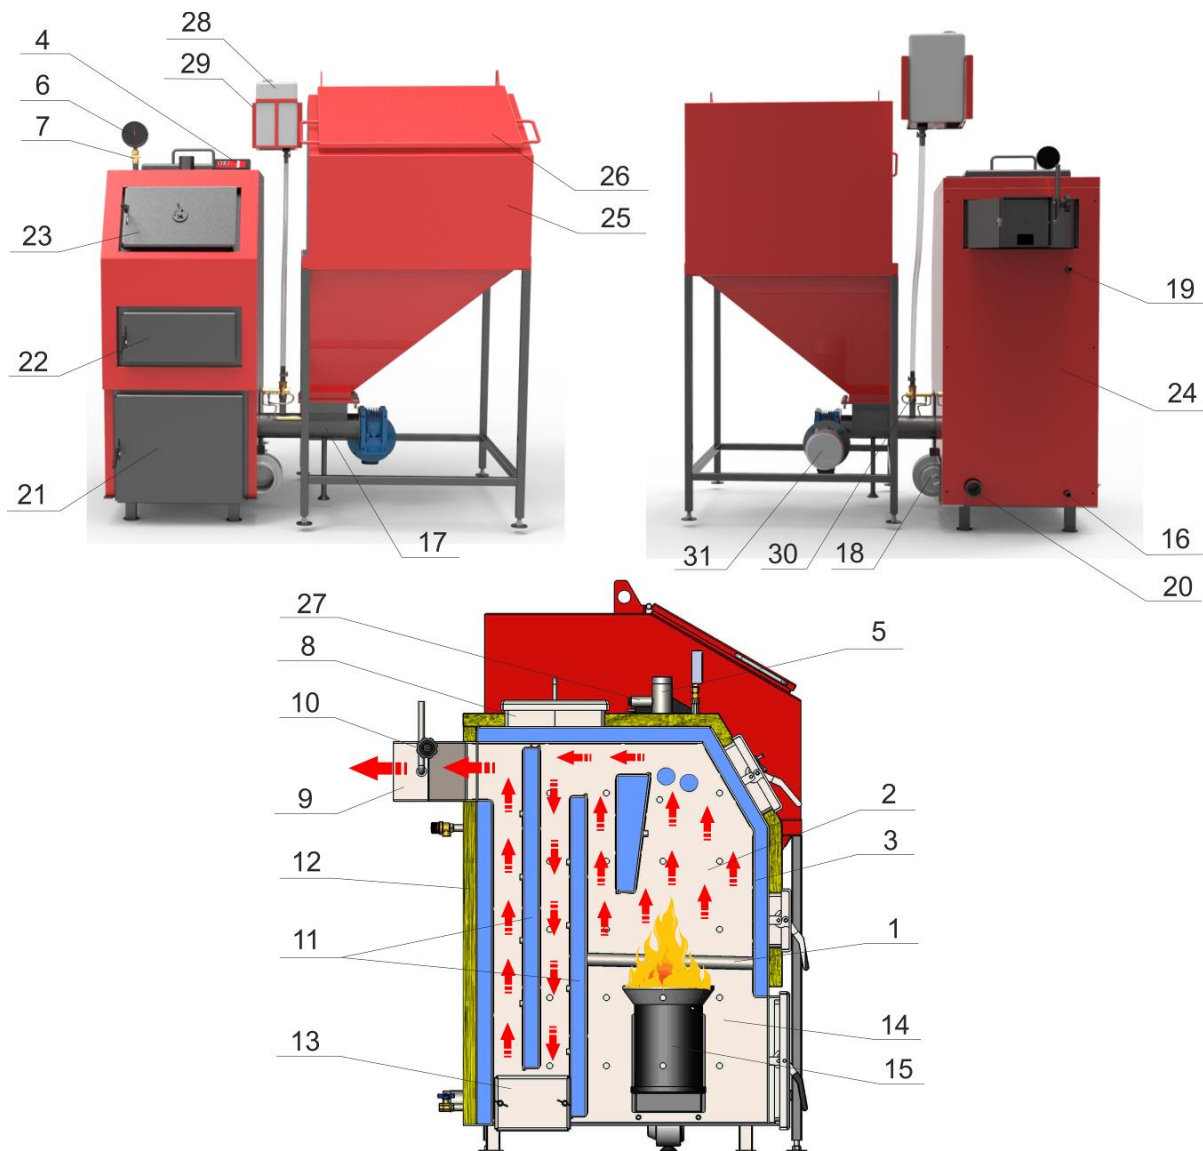

Рис.1 Будова котлів модельного ряду «Петра-4М» (пелетні) потужністю 25-150кВт
5.1 Котел моделі «Ретра-4М» (пелетний) з автоматичною системою подачі палива в зборі складається з таких основних одиниць (див. Рис.1): котел, пелетний пальник, бункер, система пожежогасіння, блок керування (мікропроцесор).